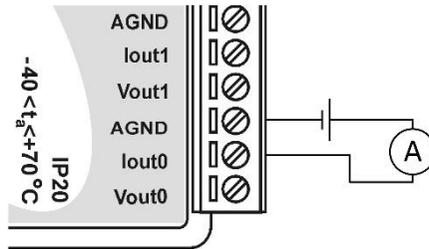
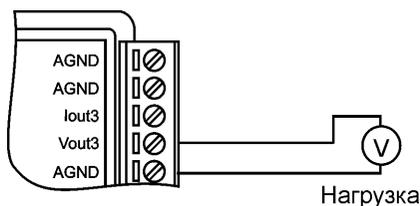

Рис. 5.1. Соединение приборов для юстировки выходного тока
Рис. 5.2. Соединение приборов для юстировки в режиме вы-
Процесс юстировки токовых каналов модулей выполняется по следующему алгоритму (см. рис. 5.1):
- подключить образцовый амперметр к нулевому выходу модуля Iout0 проводом минимальной длины по схеме на рис. 5.1.
- подсоедините образцовый вольтметр к каналу Vout0 (рис. 5.2);
Подключите нагрузку или вольтметр к входным зажимам модуля (см. рис. 5.1, рис. 5.2). Инсталируйте OPC сервер NЛорс на Вашем компьютере. После подключения OPC сервера его можно использовать для пересылки команд в модуль и проверки, таким способом, его работоспособности.